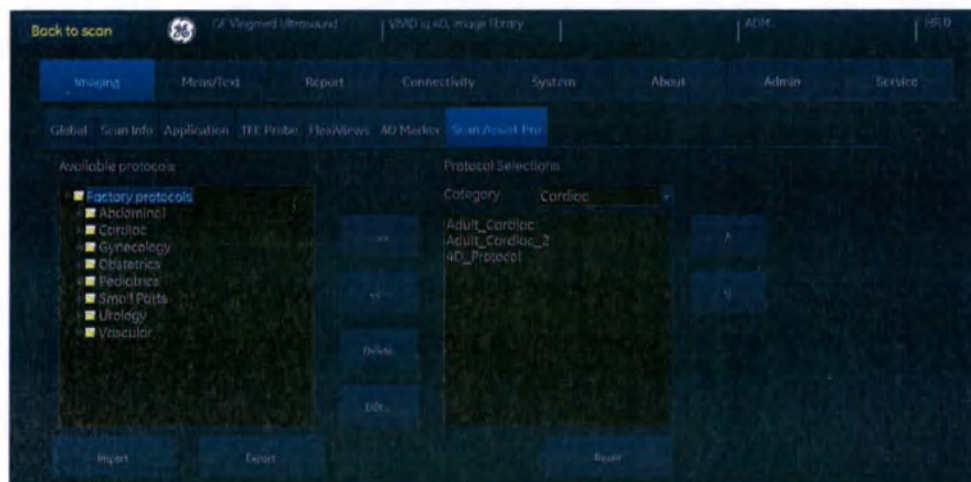

Рис. 5-21. Вкладка Scan Assist Pro
1. Выберите нужную категорию (**Category**) под рубрикой *Protocol Selections* в правой части вкладки *Scan Assist Pro* (Рис. 5-21 на стр. 5-83).